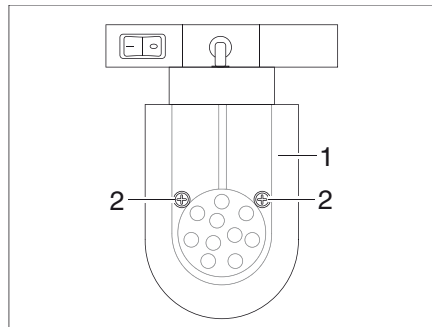

Bild 379 LED-spotlight (förskjutningsbar)
- Lossa fästskruvarna (Bild 379,2).
- Ta försiktigt bort lampglaset (Bild 379,1).